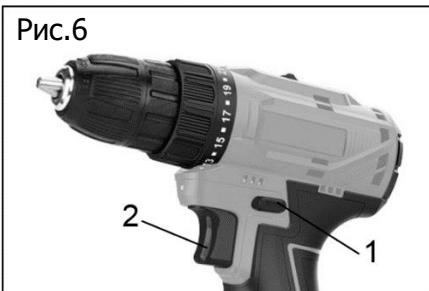

Рис.5
Для выбора режима сверления поверните кольцо (3) в положение ; (Рис.5)